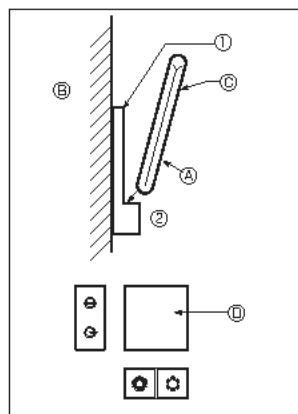

Fig. 7-7
2) Installatiemethode (Fig. 7-7)
① Bevestig de houder voor de afstandsbediening op de gewenste plaats door middel van de 2 zelftappende schroeven.
② Plaats het onderste gedeelte van de afstandsbediening in de houder.